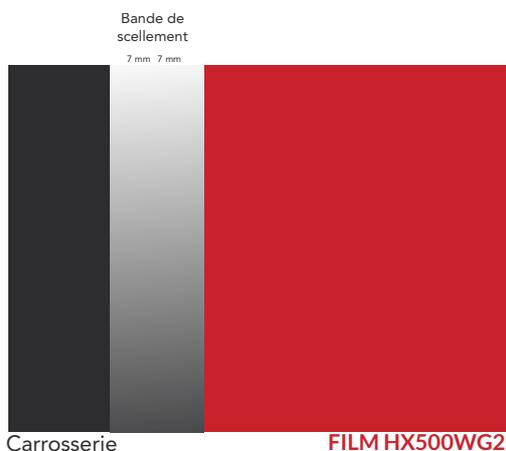

Figure 22
- › Coller la bandelette en la superposant sur environ 7 mm de carrosserie et 7 mm de film HX500WG2. (FIG. 22)